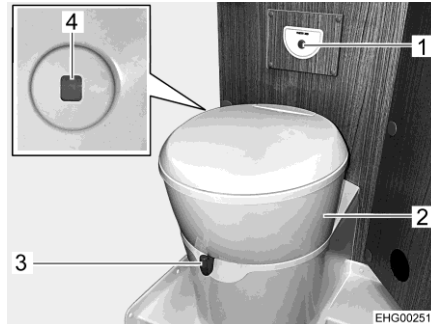

Bild 72 Toilette
Die Toilettenschüssel kann in die gewünschte Position gedreht werden. Dazu mit beiden Händen das Oberteil (Bild 72,2) der Toilette fassen und drehen.
Die Bedieneinheit mit dem Spülknopf (Bild 72,1) ist in der Nähe der Toilettenschüssel angebracht.
Die Füllstandsanzeige (Bild 72,4) ändert die Farbe von Grün auf Rot, wenn der Fäkalientank entleert werden muss.
- Vor dem Spülen den Schieber der Toilette öffnen. Dazu den Schieberhebel (Bild 72,3) entgegen dem Uhrzeigersinn schieben.
- Zum Spülen den blauen Spülknopf (Bild 72,1) drücken.